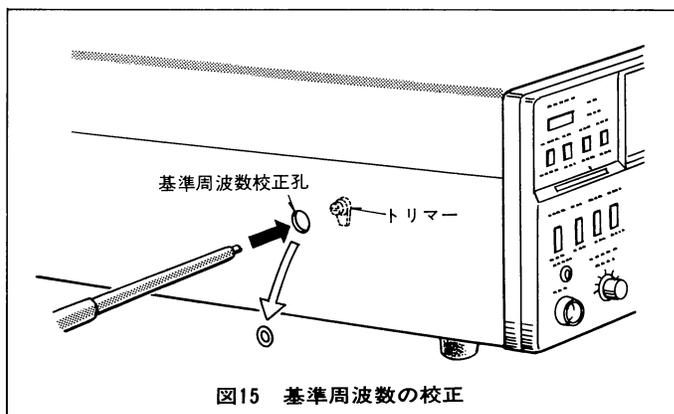

図15 基準周波数の校正
JJYの受信は、BANDスイッチ⑦を10にして、同調ツマミ⑥を回して10.000.0MHzで受信します。ケース上面にあるCALスイッチ⑨を入れJJY信号とマーカ信号を同時に受信します。JJY信号とマーカ信号のビート音が重なりダブルビートが発生します。ダブルビートがゼロビートとなるように図15のトリマーを調整します。(マーカ信号は基準発振器より分周して作っております。)